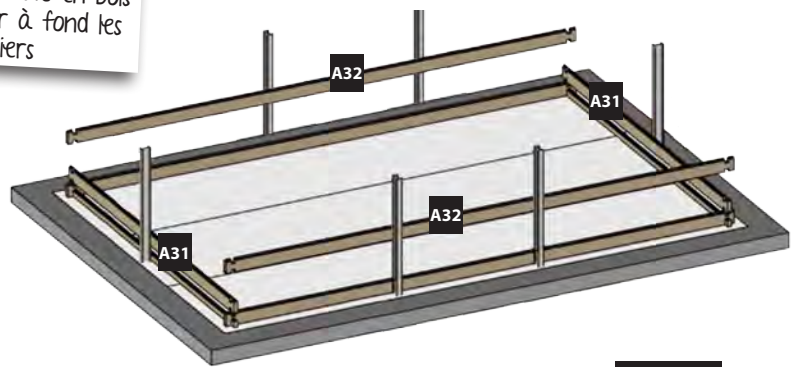

Fig. 19
- Positionnez les madriers de la deuxième rangée conformément à la figure 19.